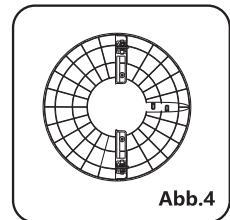

Abb.4
4. Führen Sie das Netzkabel durch die Rille und setzen Sie dann das Ventilatorgehäuse in den Sockel ein (siehe Abb. 4).
4. Steek het netsnoer door de gleuf en stop de ventilatorbehuizing in de basis (zie Afb. 4).